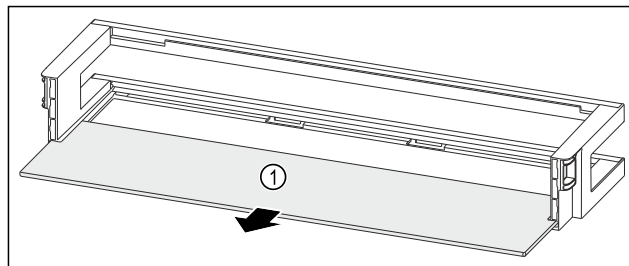

Fig. 115 Balconnet de contre-porte avec tablette de rangement
- Retirer la tablette de rangement Fig. 115 (1).